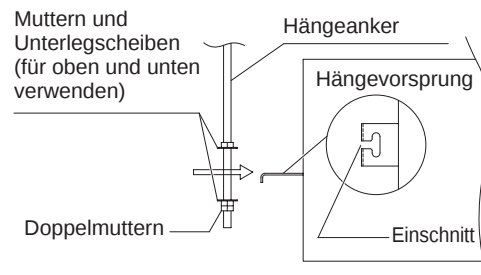

Abb. 3-10
- (3) Die drei Sechskantmutter und die beiden Unterlegscheiben (im Fachhandel erhältlich) auf jeden der vier Hängeanker schrauben, wie in Abbildung 3-10 und 3-11 gezeigt. Je eine Mutter und eine Unterlegscheibe für die obere Seite, und zwei Muttern und eine Unterlegscheibe für die untere Seite verwenden, damit das Gerät nicht von den Hängevorsprüngen abrutschen kann.